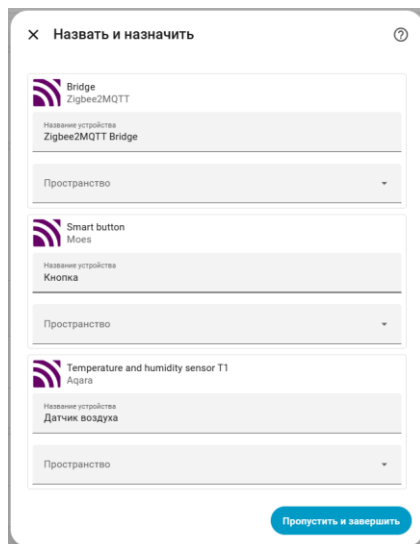

Рис. 3.40. Окно добавления найденных устройств
8. Откроется меню настройки устройств, присоединенных к Zigbee2MQTT (рис. 3.40). Можно переименовать их или задать пространство. Или ничего не менять, нажав “Пропустить и завершить”.